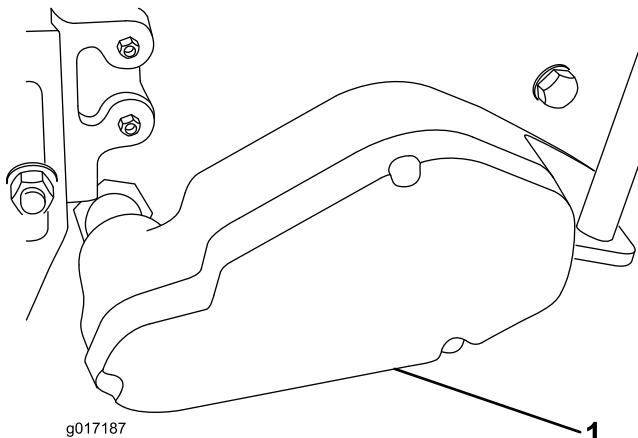

図 10
25. ハウジングにカバーを取りつける; キットに入っている新しいソケットヘッドねじ (3 本) とロックワッシャを使用する (図 10)。